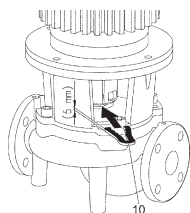

Fig. 13: Nasadenie montážnej vidlice
10. Montážnu vidlicu (Fig. 13, poz. 10) zasuňte medzi medzikus a spojku. Montážna vidlica musí sedieť bez vôle.
13. Montážnu vidlicu (Fig. 13, poz. 10) zasuňte medzi medzikus a spojku. Montážna vidlica musí sedieť bez vôle.